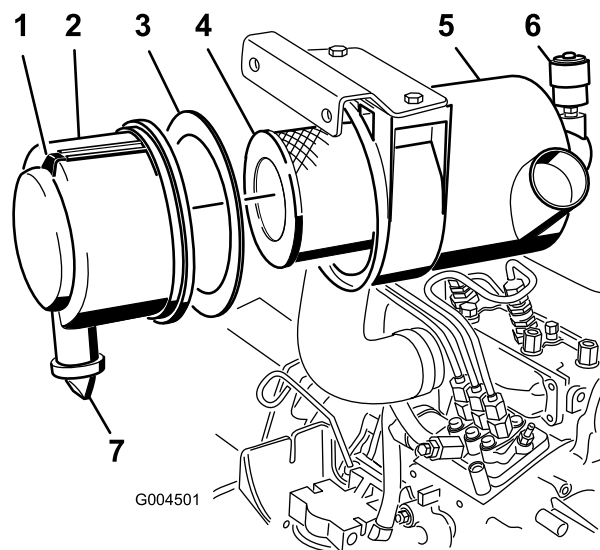

Figure 40
3. Faites l'entretien du filtre à air quand l'indicateur de colmatage est rouge (Figure 40).